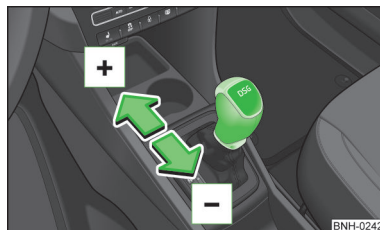

Fig. 93
- Presionar ligeramente la palanca selectora hacia adelante » fig. 93. ▶
➤ Presionar ligeramente la palanca selectora hacia atrás  » fig. 93.